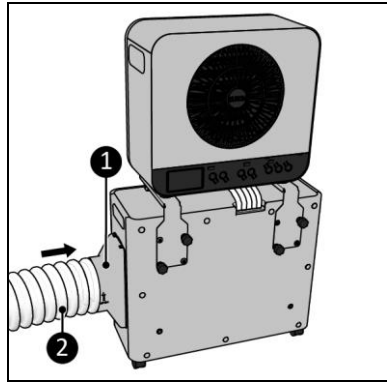

Abbildung 15
9. Schließen Sie den Adapter (Abbildung 15, Pos. 1) an der Seite des Außengeräts an (Abbildung 15, Pos. 1).
10. Dehnen Sie den Wärmebluftschlauch (Abbildung 15, Pos. 2) an einem Ende leicht und schrauben Sie ihn (gegen den Uhrzeigersinn) auf den Adapter.
3. Der Adapter (Abbildung 15, Pos. 1) und der Wärmeabluftschlauch (Abbildung 15, Pos. 2) müssen seitlich am Außengerät angeschlossen werden.